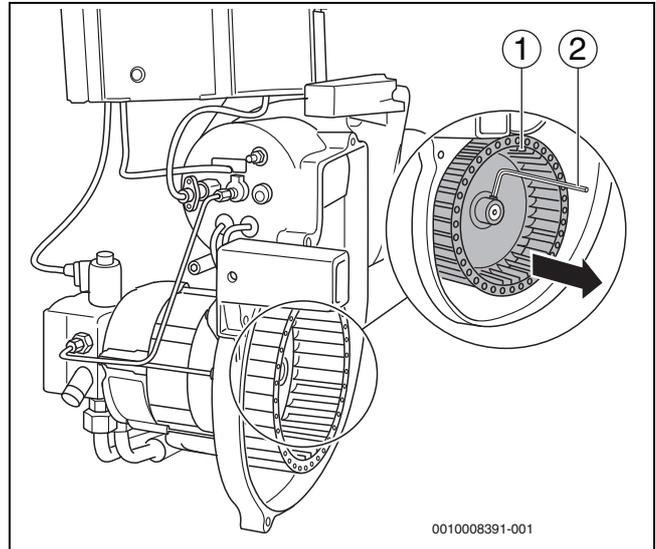

Bild 33 Gebläserad prüfen, gegebenenfalls reinigen
- Gebläserad (→ Bild 33, [1]) mit einem Innensechskantschlüssel (→ Bild 33, [2]) lösen und von der Welle ziehen.
- Gebläserad (→ Bild 33, [1]) wieder montieren.